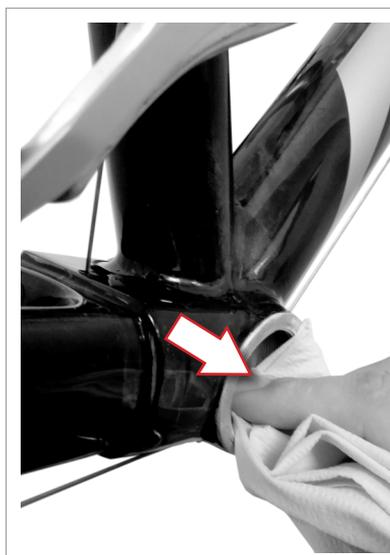

Fig.3
- Limpiar y desengrasar las roscas de la caja del pedalier (Fig.3).